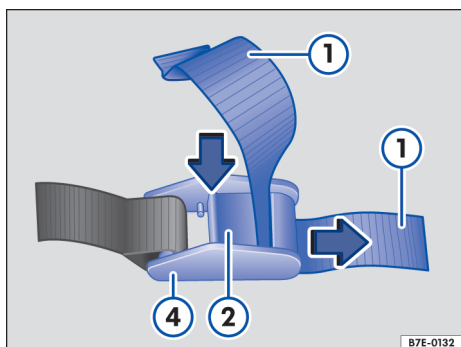

Fig. 134 Soltar o cinto de retenção.
- Pressionar a alavanca → Fig. 134 (2) e puxar o cinto de retenção (1) para fora da braçadeira (4).
- Passar o cinto de retenção (1) de trás para a frente entre a alavanca (2) e a protuberância (3).
- Apertar o cinto de retenção (1) e soltar a alavanca (2).